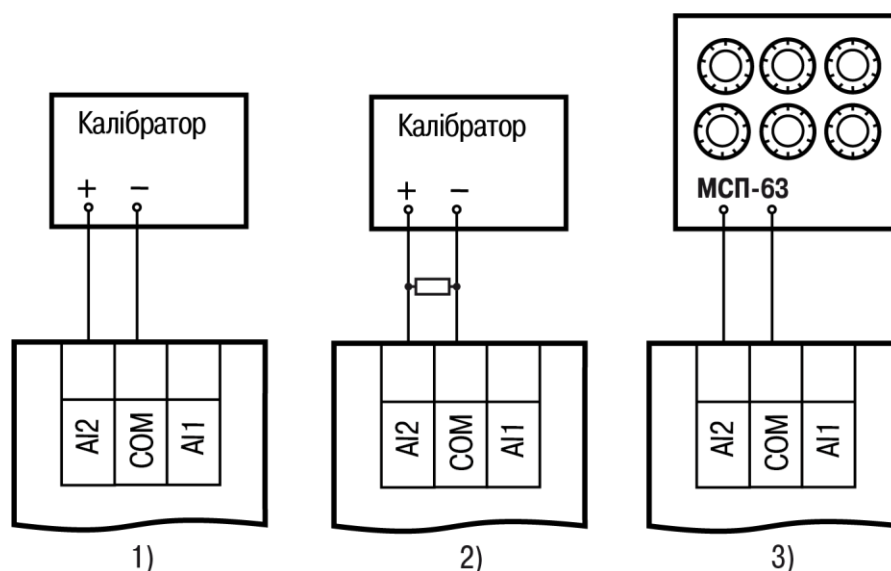

Рисунок 8.5 – Підключення калібратора напруги
- Запустити AQLogic і вибрати в меню пункт «Прилад» → «Юстування входів/виходів» для запуску майстра юстування. У діалоговому вікні «Вибір елемента» вибрати пункт «Аналогові входи» (див. рисунок 8.5, 1).
У разі використання входу для вимірювання сигналів «4...20 мА» рекомендується провести юстування входу, попередньо вибравши параметр «Тип датчика» рівним «4...20 мА». Калібратор напруги слід підключити за схемою (див. рисунок 8.5, 2). Дії з юстування аналогічні пп. 2–3.
У разі використання входу для вимірювання сигналів «0...4000 Ом» рекомендується провести юстування входу, попередньо вибравши параметр «Тип датчика» рівним «0...4000 Ом». На вхід підключити джерело еталонних опорів, наприклад магазин опорів, за схемою (див. рисунок 8.5, 3). Дії з юстування аналогічні пп. 2–3.